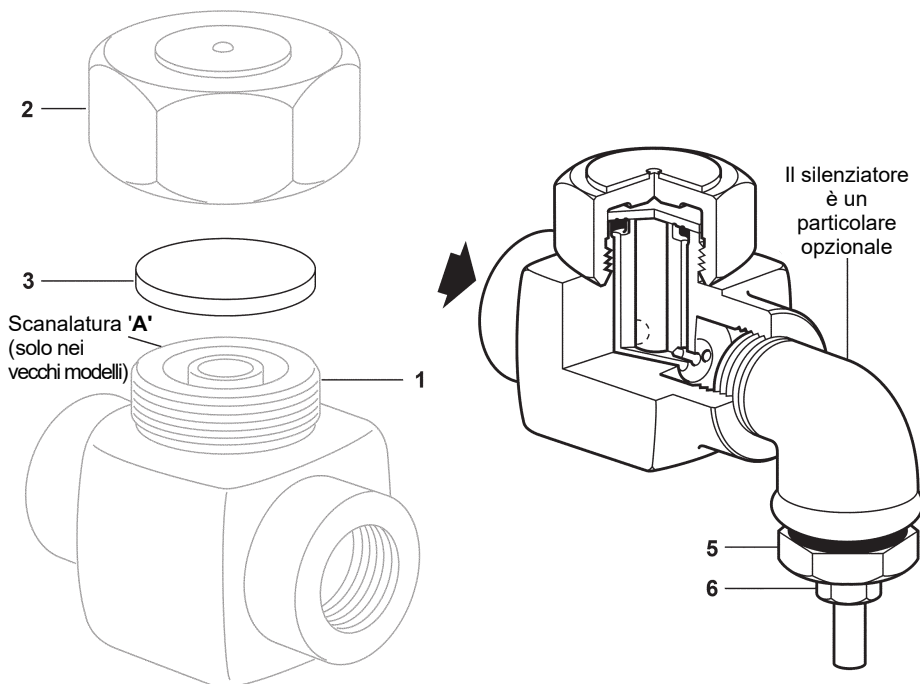

Fig. 6 - Scaricatore di condensa per aria compressa BRoil
- Svitare il tappo (2) e togliere il disco (3).
- Pulire tutte le parti interne e le superfici **senza mai usare nulla di metallico**. Si noti che gli scaricatori BRoil (vecchio modello) presentano una scanalatura "A" (vedi Fig. 6), che va pulita solamente con un panno morbido senza peli, **senza mai usare nulla di metallico**.
- Rimontare disco e tappo (3 e 2), si consiglia di spalmare sui filetti del corpo (1) un sottile velo di grasso al bisolfuro di molibdeno e serrare con la coppia sotto consigliata. In prova a 6 bar g (87 psi g) su un sistema ad aria, l'unità dovrà funzionare ad una frequenza di 160/220 cicli al minuto.